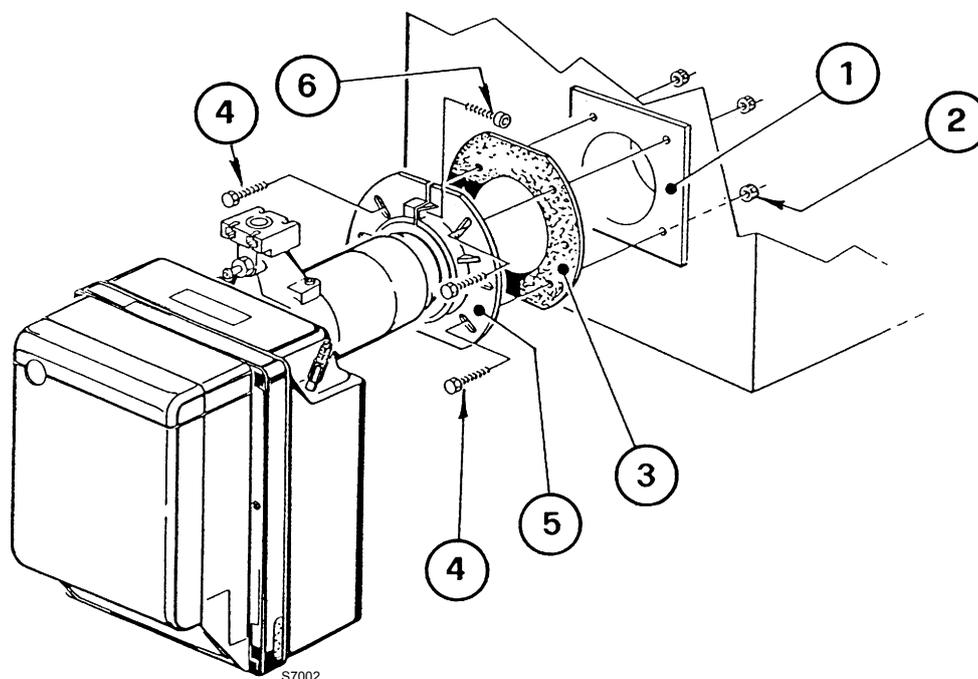

Fig. 11
- Fixe na porta da caldeira 1) (Fig. 11) a flange 5) interpondo a proteção isolante 3) mediante os parafusos 4) e (se necessário) as porcas 2), mas mantendo frouxo um dos dois parafusos superiores 4).